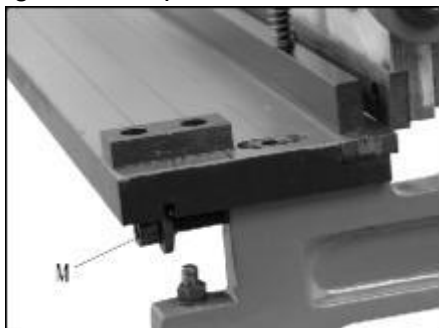

Figura 8
18. Ruotare le viti di regolazione (M, Figura 8) per spostare il tavolo e modificare la distanza tra lame. **Non permettere alle lame di sovrapposizione.**